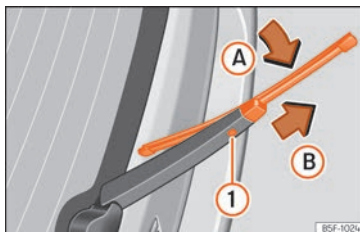

Abb. 42 Scheibenwischerblatt der Heckscheibe auswechseln.
- Wischerblatt leicht drehen »» **Abb. 42** (Pfeil **A**).
- Die Entriegelungstaste ❶ gedrückt halten und gleichzeitig das Scheibenwischerblatt in Pfeilrichtung **B** abziehen.
- Neues Heckscheibenwischerblatt **gleicher Länge und Ausführung** auf den Scheibenwischerarm entgegen der Pfeilrichtung **B** schieben, bis der Mechanismus ❶ einrastet.